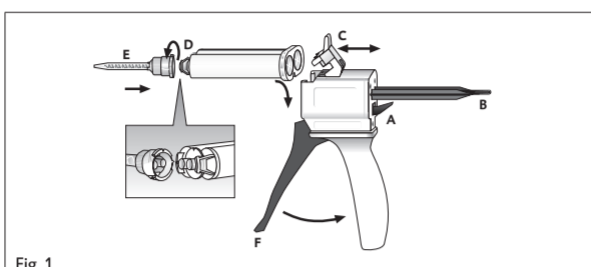

Fig. 1
1. Den Hebel [Fig. 1, Pos. A] an der Rückseite des Automix-Dispensers nach oben drücken und den Schieber [Fig. 1, Pos. B] vollständig zurückziehen.
2. Kunststoffriegel [Fig. 1, Pos. C] nach oben klappen, die Kartusche einsetzen und mit dem Kunststoffriegel [Fig. 1, Pos. C] arretieren.
1. Kartuschenkappe [Fig. 1, Pos. D] oder benutzte Mischkanüle nach Drehung um 90° gegen den Uhrzeigersinn abziehen und werfen.
2. Neue Mischkanüle [Fig. 1, Pos. E] aufsetzen.
Das Material durch Betätigen des Hebels [Fig. 1, Pos. F] am Automix-Dispenser in der Mischkanüle mischen und direkt applizieren.
2. Kunststoffriegel [Fig. 1, Pos. C] nach oben klappen und die Kartusche entnehmen.